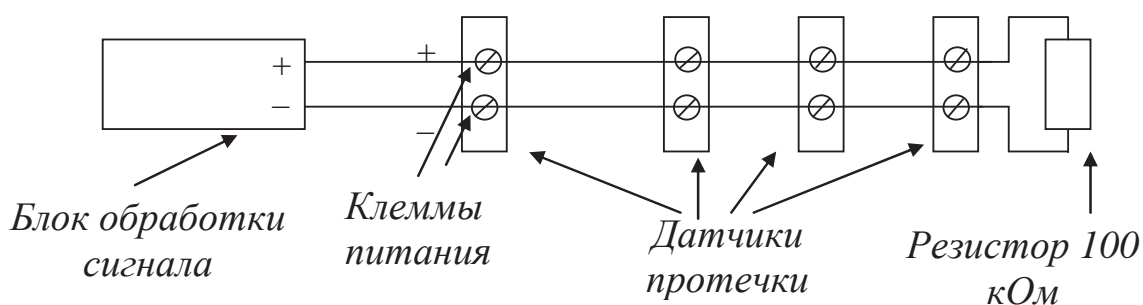

Рисунок 3 – Схема подключения нескольких датчиков протечки к одному блоку обработки сигнала
При использовании реле РЗ (Рис. 3), следующие опции нужно оставить в значении "по умолчанию": характер срабатывания - "нормально разомкнуто", ограничение времени работы – "нет", задержка срабатывания – "0".
Рис. 3 настройка фильтра событий реле РРОП
При подключении крана к реле Р1 и Р2, следует установить те же опции (Рис. 3) как для реле Р1, так и для Р2, за исключением того, что для Р1 нужно установить характер срабатывания "Нормально замкнуто".
- В некоторых случаях целесообразно подключить кран, перекрывающий холодное водоснабжение к реле Р3, а кран перекрывающий горячее водоснабжение – к реле Р1 и Р2. Это позволит установить отдельную задержку срабатывания 1-3 секунды для реле Р3 (Рис. 3), и исключить вероятность ожога горячей водой при автоматическом отключении воды.